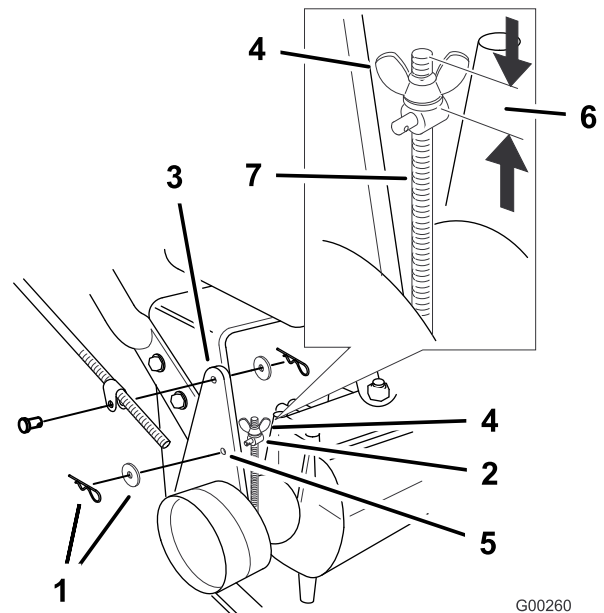

Figure 45
Remarque: Pour le réglage initial, ajustez l'écrou à oreilles jusqu'à ce qu'il soit à 32 mm (1-1/4 pouce) du haut de la tige (Figure 45).
5. Pour régler le frein, enlevez la goupille fendue et la rondelle du levier et du tourillon (Figure 45).
8. Placez le tourillon dans le trou F (Figure 45). Serrez l'écrou à oreilles.
9. Fixez le tourillon au levier de frein à l'aide de la rondelle et de la goupille fendue (Figure 45).